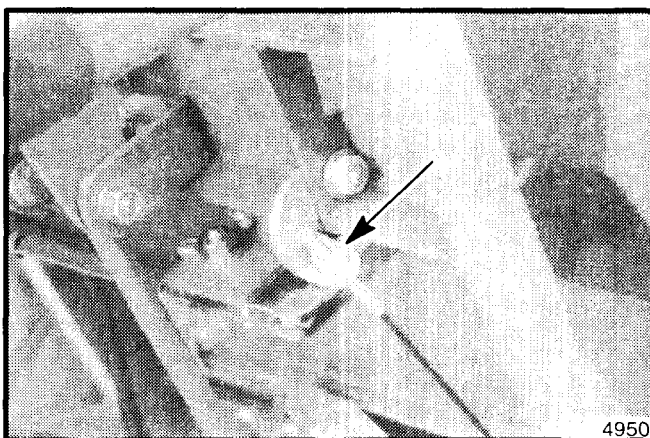

Figura 28. Tuercas para Ajuste el Cable
- Después que el gancho ha sido ajustado, suelte las dos contratuercas de la parte superior del cable (vea la figura 28). Ajuste la tuerca inferior para tomar cualquier flojedad del cable. Sea cuidadoso de no apretar en exceso el cable, si lo hace el gancho podría no sostener el ensamble intermedio del enrollador. Utilice la tuerca superior para asegurar la tuerca inferior en su lugar.